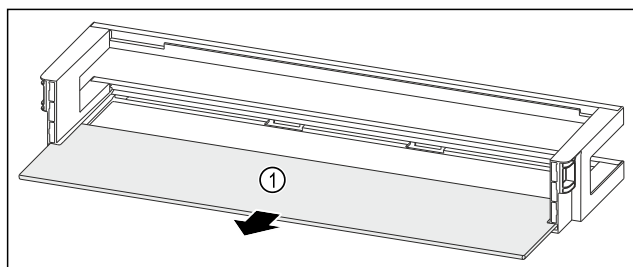

Fig. 95 Дверная полка со съемной полкой
- ▶ Извлеките съемную полку Fig. 95 (1).